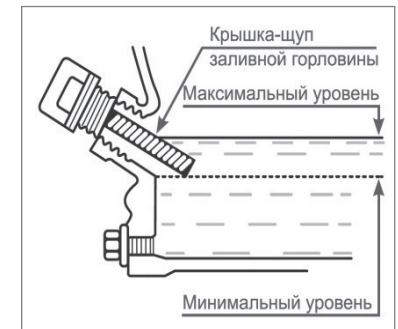

Рис. 7 Замена моторного масла
3. Извлеките крышку-щуп (Рис. 7) из маслозаливной горловины.
4. Открутите (Рис. 7) сливной болт и слейте отработанное масло в подготовленную для этого емкость.